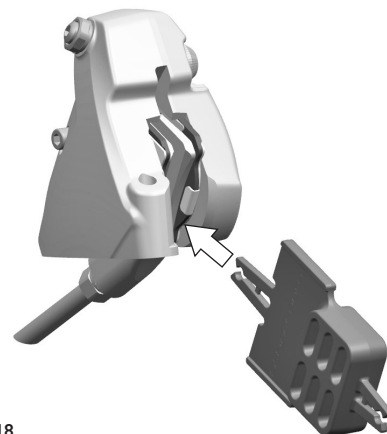
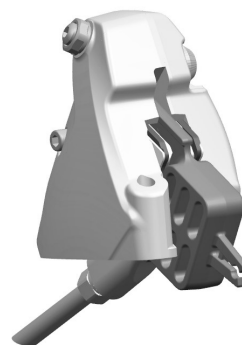

Fig.18
Fig.19
- Si les roues du vélo doivent être démontées, s'assurer d'avoir inséré l'outil pour le transport (Fig. 18 / Fig. 19) qui empêche, en cas d'actionnement accidentel des leviers de frein, le rapprochement des plaquettes de frein et donc l'impossibilité d'insérer le disque.